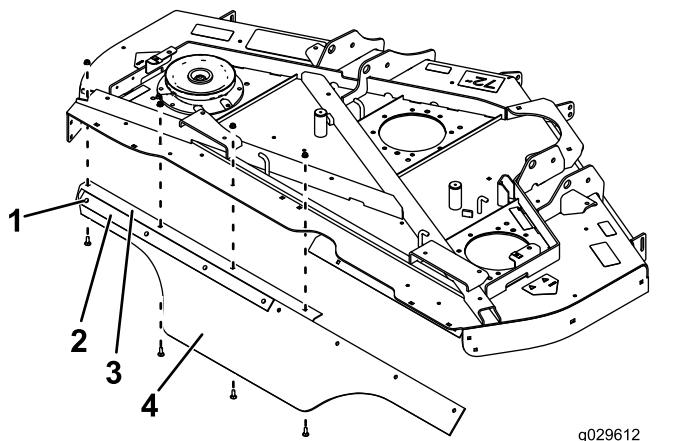

図 10
3. デフレクタの左側角のついている側とサポートストラップを、後部アングルに取り付けるキャリッジボルト5/16 x 7/8 インチ 4本とナット5/16 インチ4個を使用して図 10のように取り付ける。
4. デフレクタと後部アングル材を、デッキに取り付けるキャリッジボルト5/16 x 7/8 インチ 4本とナット5/16 インチ4個を使用して図 10のように取り付ける。